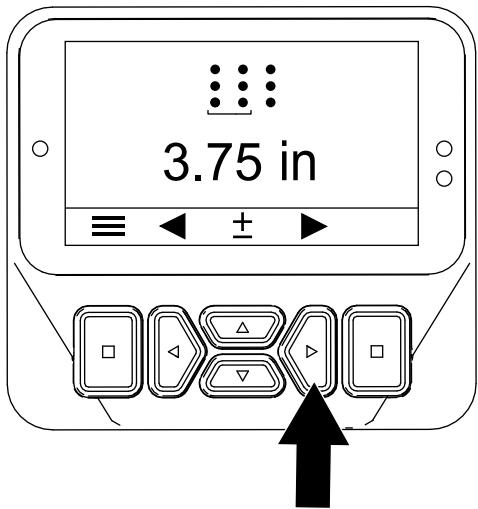

図 48
5. 右ボタンを押して、「穴間隔の設定」画面を表示する \(図 48\)。
6. 右ボタンを押して、「タイン直径の設定」画面を表示する(図 48)。